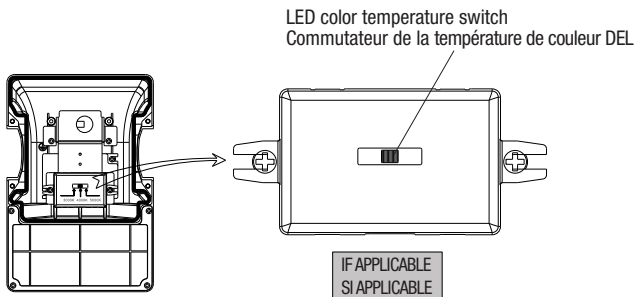

Fig. 6B
6. Select the desired color temperature by using the switch inside the housing (if applicable Fig. 6B).
6. Choisir la température de couleur en utilisant le commutateur à l'intérieur boîtier (si applicable, Fig. 6B).